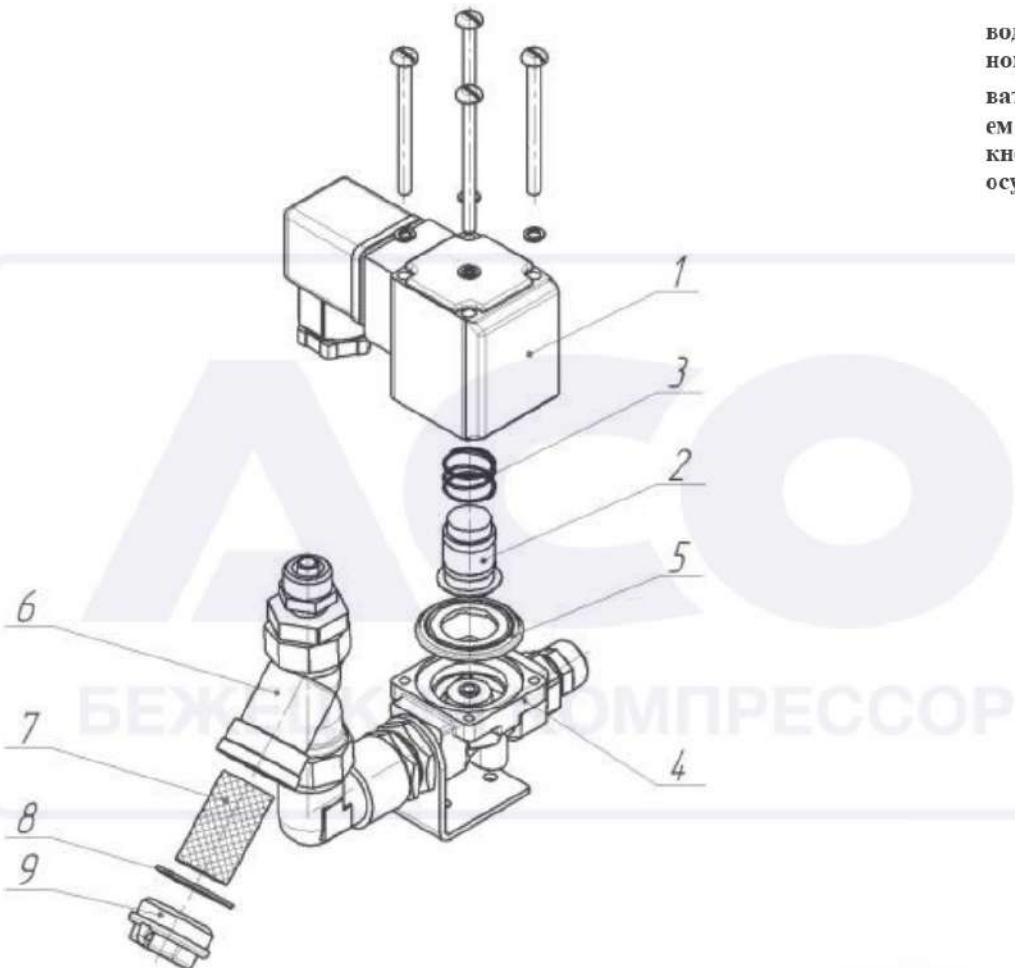

Рисунок 5 – Устройство слива конденсата
• Не происходит слив конденсата (ни масла, ни воды)	1. Проверить монтаж электропроводки. 2. Загрязнение фильтра предварительной очистки в устройстве для слива конденсата; почистить фильтрационную сетку 7 (рис. 5). 3. Перегорела катушка электромагнитного клапана в устройстве для слива конденсата; заменить катушку. 4. Засорение или заклинивание электромагнитного клапана в устройстве для слива конденсата; клапан почистить или заменить (рис. 5). 5. Проверить работоспособность терморегулятора; если неисправность сохраняется, заменить.